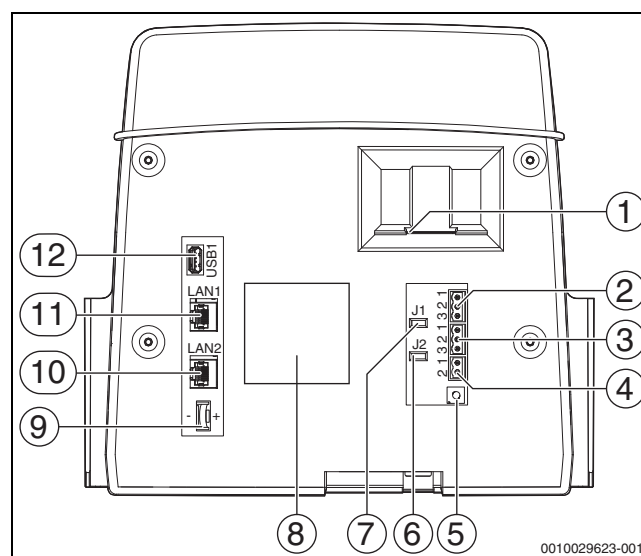

Bild 4 Anschlüsse Bedieneinheit
Die Batterie (auf der Rückseite der Bedieneinheit) stellt sicher, dass bei ausgeschaltetem Regelgerät oder bei Spannungsausfall Uhrzeit und Datum erhalten bleiben (→ Bild 4, [9], Seite 9).
- Auf der Rückseite der Bedieneinheit an den Anschlussklemmen EMS (→ Bild 4, [4], Seite 9) mit
Für Wärmeerzeuger (z. B. BHKW), die über den Modbus-RTU angeschlossen werden (→ Bild 4, [3], Seite 9):
- BHKW am Anschluss Modbus-RTU (→ Bild 4, [3], Seite 9) anschließen.
Der Abschlusswiderstand (J2) (→ Bild 4, [6], Seite 9) ist im Auslieferungszustand geschlossen (gesteckt = aktiviert).